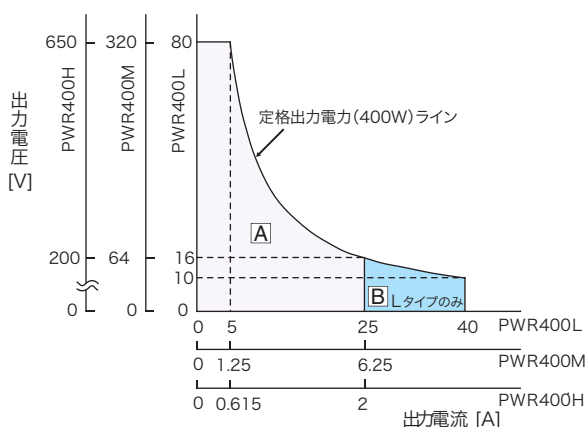

図 4-6 動作領域 (400W タイプの例)
本製品は、定格出力電力以内で広い動作範囲の電圧、電流を出力できる定電圧 (CV) / 定電流 (CC) 直流安定化電源装置です。たとえば、400W タイプの動作領域を図 4-6 に示します。